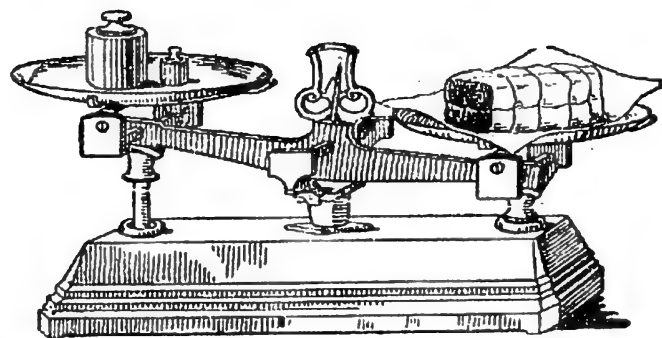

Fig. 10. — Comment on pèse un morceau de viande.
**6. Pesons des objets.** — Le boucher vient de couper un morceau de viande. Il le place sur un plateau de la balance. Pour que le fléau soit en équilibre horizontal, il met des poids sur l'autre plateau, en commençant par les plus forts : s'il met, par exemple, ceux de 500 g., 50 g., et 20 g., le morceau de viande pèse 570 g. (fig. 10).